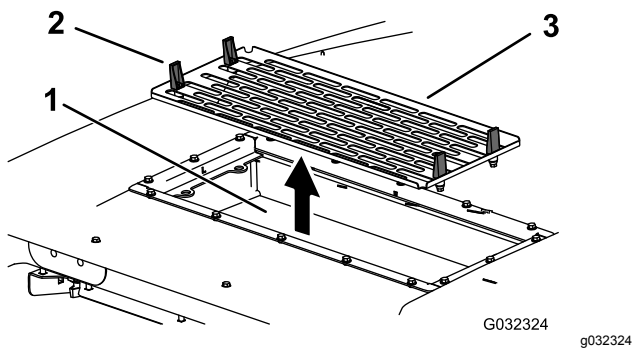

**Figura 96**
7. Instale los filtros de aire, la rejilla y el conjunto del ventilador (Figura 94, Figura 96 y Figura 97).
8. Conecte el cable de cada ventilador (Figura 96).